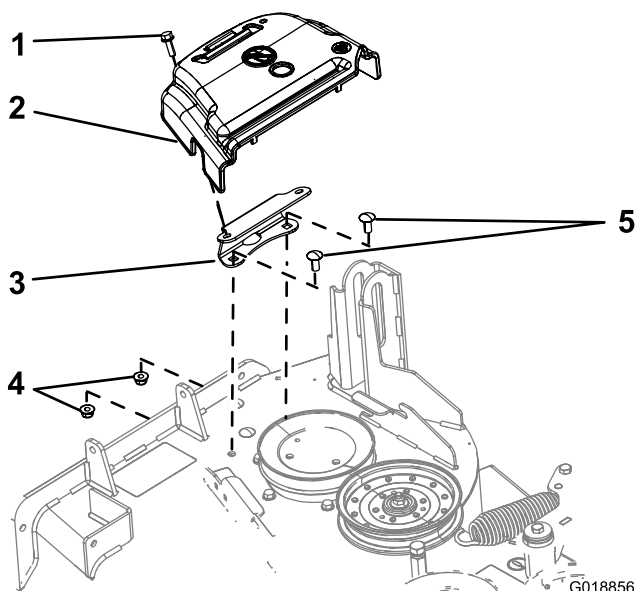

図 3
2. ベルトカバーを固定しているボルトを左に回してゆるめる 図 3。
3. ベルトカバーとボルトを、取り付けブラケットから外す 図 3。
1. カバー取り付けブラケットをデッキに固定しているボルト2本とフランジナット2個を取り外す 図 3。
1. ベルトカバーブラケットをデッキの前側フランジに固定しているキャリッジボルト2本1/4 x 3/4 インチとロックナット2個1/4 インチを取り外す 図 3。
2. 刈り込みデッキからベルトカバー・ブラケットを取り外す 図 3。